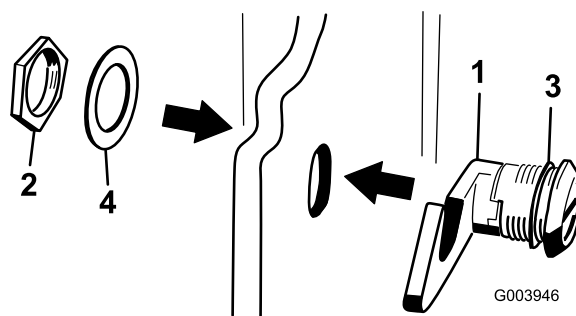

Figure 16
3. Retirez l'écrou de l'ensemble verrou de capot (Figure 16).